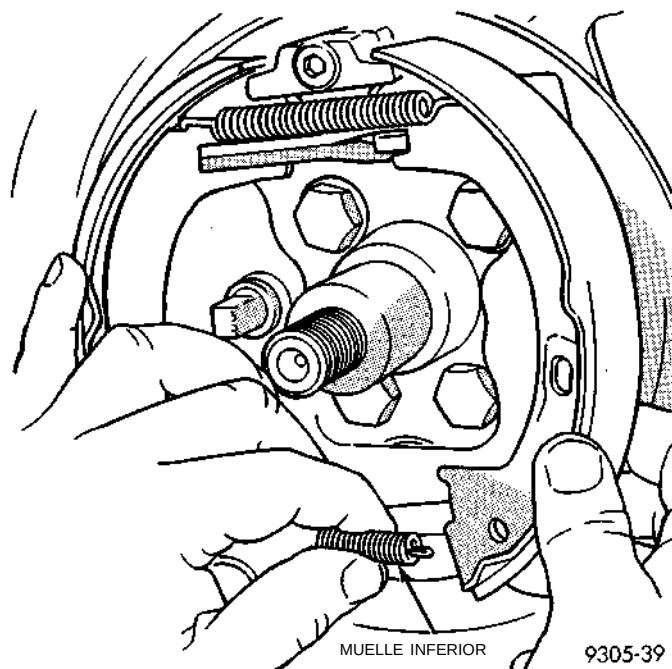

Fig. 160 Muelle de retroceso inferior de la zapata de freno
- (9) Retire el muelle inferior de la zapata (Fig. 160).
- (4) Instale la zapata inferior en el muelle de retroceso de la zapata (Fig. 160).